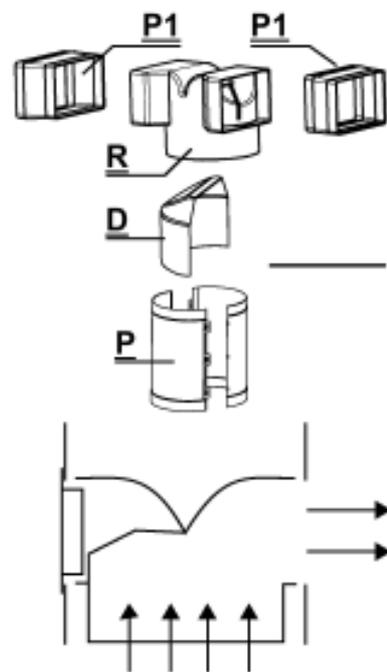

Рис. 6
- При организации отвода воздуха через боковое воздуховыпускное отверстие от нижнего элемента декоративного воздуховода **I**, в распределительный узел **R** необходимо вставить дефлектор **D**, чтобы закрыть неиспользуемое отверстие (рис. 6).